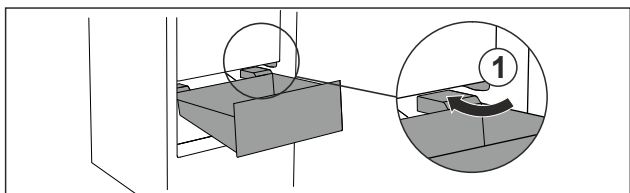

Fig. 72
- ▶ Introducir el cajón inclinado rodeando los toques Fig. 72 (1).